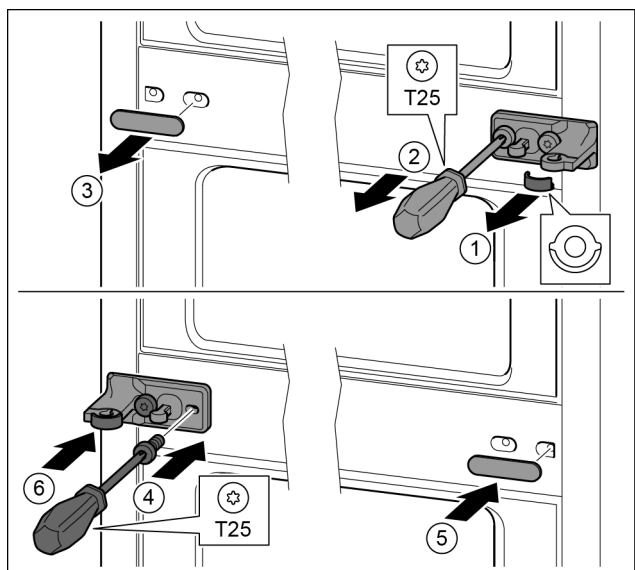

Fig. 27
- ▶ Retire la arandela. *Fig. 27 (1)*
- ▶ Desenrosque los tornillos con el destornillador T25. *Fig. 27 (2)*
- ▶ Retire la cubierta con cuidado. *Fig. 27 (3)*
- ▶ Atornille el soporte de cojinete con la lámina girado 180° en el otro lado para fijarlo. *Fig. 27 (4)*
- ▶ Coloque la cubierta girada 180° en el otro lado. *Fig. 27 (5)*
- ▶ Coloque la arandela desde la parte delantera. *Fig. 27 (6)*